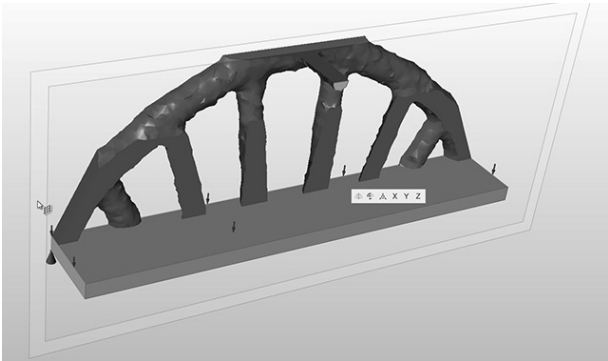

图 15-2
2) 单击透明的剖面，然后单击小对话框上的 Y 按钮，如图 15-2 所示。